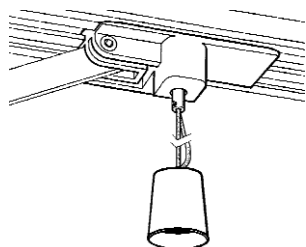

Рисунок 14
1. Потянуть вниз за колпачок и сдвинуть полотно ворот (**рис. 14**) либо